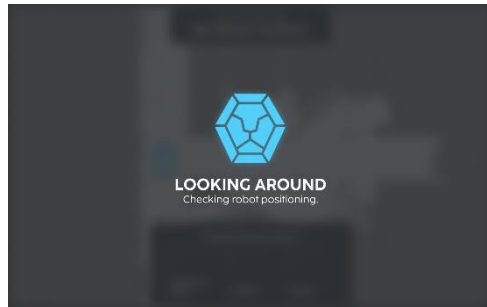

Fig. 5
5. Verplaats de robot handmatig naar een op de kaart geselecteerd lokalisatiepunt en selecteer vervolgens de lokalisatietoets. Wacht tot de robot zijn omgeving heeft gecontroleerd (fig. 5).